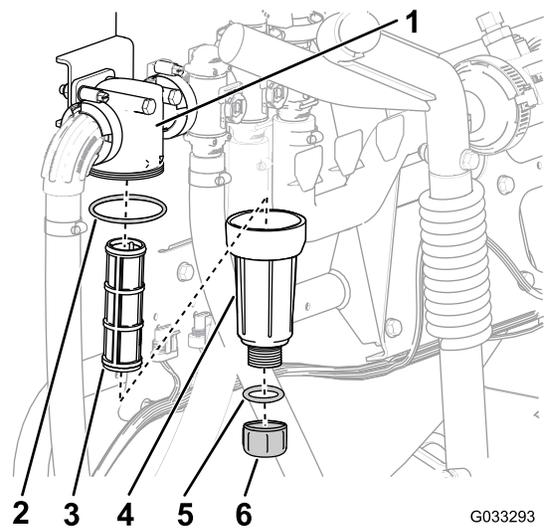

図 15
2. 圧力フィルタの下に受け容器をおく 図 15。
3. 圧力フィルタのボウルについているドレンキャップを左に回して外す 図 15。
4. ボウルを左に回してフィルタヘッドを外す 図 15。
5. 圧力フィルタエレメントを外す 図 15。
7. ドレンプラグのガasketボウルの内側とボウルのガasketフィルタヘッドの内側に傷や破損がないか点検する 図 15。
8. 圧力フィルタエレメントをフィルタヘッドに取り付ける 図 15。
9. フィルタヘッドにボウルを取り付けて手締めする 図 15。
10. ボウルの底部のフィッティングにドレンキャップを取り付けてキャップを手締めする 図 15。